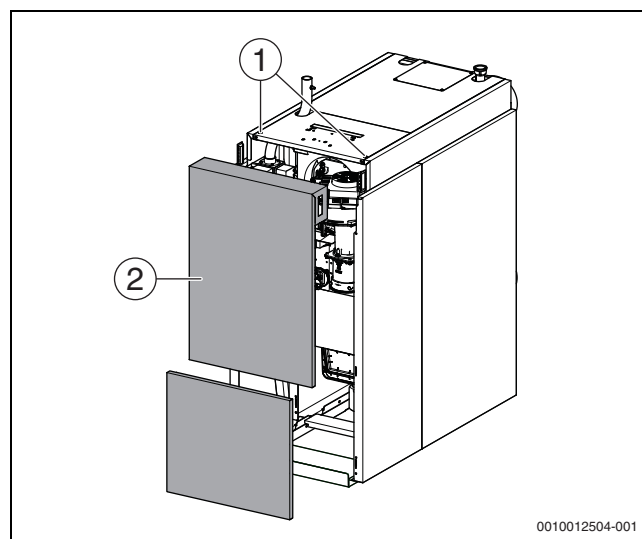

Fig. 36 Rimuovere il pannello anteriore
- Svitare in senso antiorario le viti di sbloccaggio (→ fig. 36, [1]) sulla parte superiore della caldaia con uno strumento adatto e sbloccare la parte superiore del pannello frontale della caldaia.
- Inclinare in avanti il pannello frontale della caldaia (→ fig. 36, [2]) e sollevarlo in alto estraendolo dalla guida inferiore.